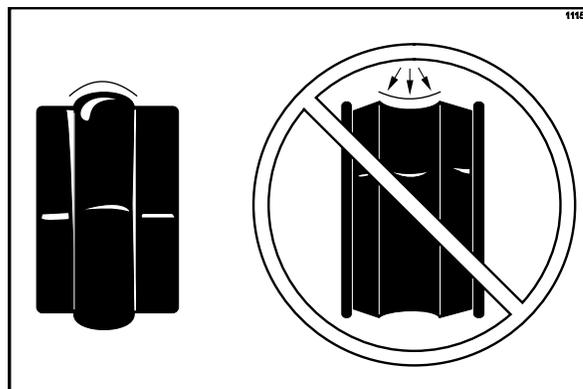

Figure 111
**Remarque :** Pour que le mélange ne fuit pas à l'arrière du cylindre de réfrigération, le milieu du soufflet doit être convexe, c'est à dire qu'il doit s'ouvrir par rapport au soufflet. Si la partie du milieu du soufflet est concave, c'est à dire redescend sur le centre du soufflet, retourner le soufflet (Cf. Figure 111).